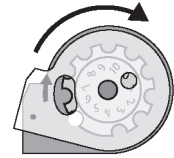

Fig. 7a
- Gire a parte transparente que cobre o magazine no sentido horário na direção da flecha de indicação até que ele pare completamente. (Fig. 7a, Fig. 7b).